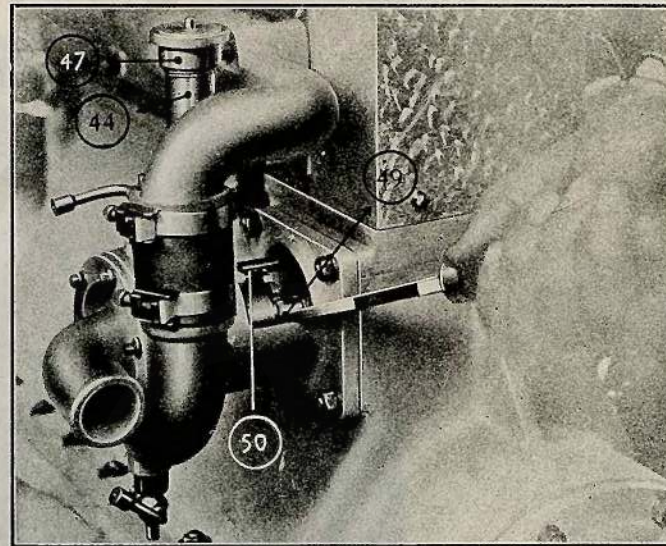
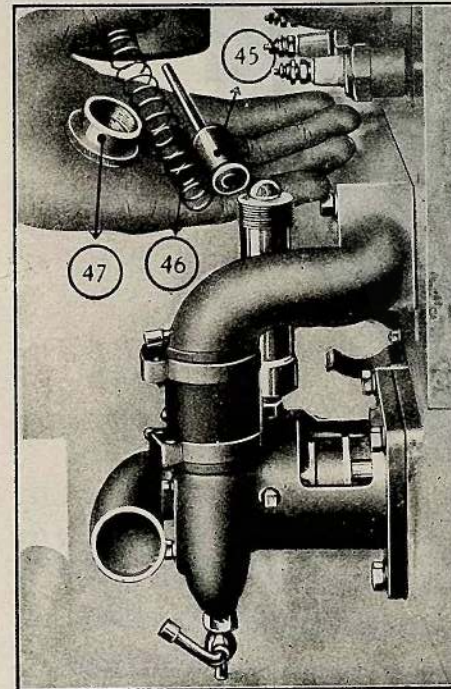
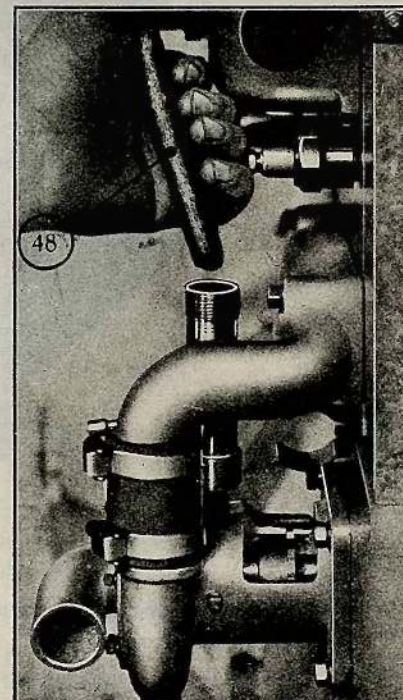
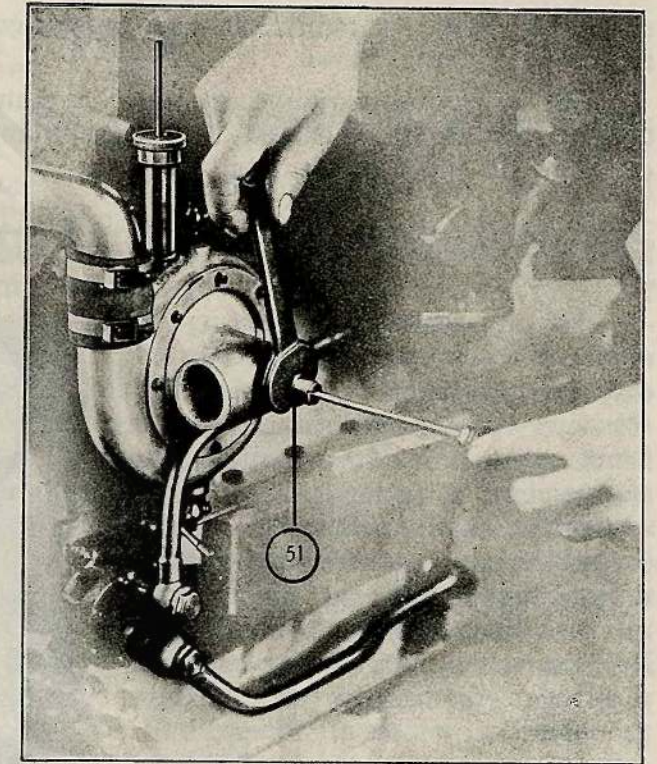

FIG. 5
FIG. 6
FIG. 7
FIG. 8
graisseur automatique (44, fig. 5) qui est composé d'un cylindre assez long, permettant une importante réserve de graisse, d'un piston (45, fig. 6), d'un ressort (46, fig. 6), et d'un bouchon (47, fig. 6). Sous l'action de la pression du ressort, la graisse pénètre dans le
coussinet de l'axe de la pompe et maintient celui-ci en état parfait de bon fonctionnement. La provision de graisse est épuisée lorsque la tige du piston arrive à 1 centimètre environ du bouchon (47). C'est le cas du graisseur à la fig. 5. Pour les recharges procéder comme il est indiqué fig. 6 et fig. 7. Il faut dévisser le bouchon, sortir le ressort et le piston et procéder au remplissage comme indiqué fig. 7 en employant de la graisse assez consistante pour permettre de rouler un cylindre de graisse (48, fig. 7) que l'on introduit dans le cylindre vide. On remonte ensuite le piston, le ressort et le bouchon, la tige du piston apparaît alors comme dans la figure 8. L'étanchéité
de l'axe de la pompe est assurée par un presse-étoupe. S'il se produit une fuite d'eau à cet endroit (49 fig. 5), si légère soit-elle, il faut serrer l'écrou de bronze crénelé pour resserrer le presse-étoupe. A cet effet il suffit d'engager dans les crans de l'écrou la pointe d'un tournevis et d'appuyer sur le manche pour faire tourner l'écrou. Répéter l'opération jusqu'à ce qu'on obtienne une résistance suffisante qui indique que la garniture du presse-étoupe est de nouveau comprimée pour arrêter la fuite. Le n° 50 de la fig. 5 indique un ressort qui doit tomber dans un cran de l'écrou pour le maintenir fixé dans sa position serrée. Les dépôts calcaires de l'eau en circulation peuvent amener l'usure de la butée de l'axe de la pompe laquelle est assurée par une vis au centre de la pompe (51, fig. 8). La position de cette vis est fixée par un contre-écrou engagé dans la clé. Lorsque la butée est un peu trop usée, la turbine qui est en aluminium peut venir frotter contre le corps de la pompe aluminium et pourrait le manger complètement si on ne procède pas au réglage. Ce réglage est nécessaire et existe seulement pour les moteurs 8 cylindres 2 litres et 2 litres 300.
Pour régler il faut desserrer le contre-écrou et le maintenir desserré pendant qu'on resserre la vis jusqu'à ce qu'elle vienne en contact avec l'extrémité de l'axe de la pompe comme indiqué figure 8. Ensuite ressermer le contre-écrou. Pour bien faire cette opération il faut dès que la vis arrive